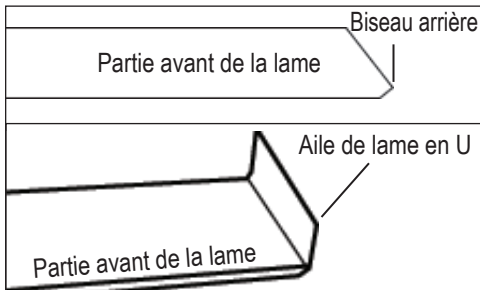

FIG. 8
Les lames émoussées diminuent fortement la capacité de découpe. Affûter ou remplacer au besoin. Un biseau vers l'arrière se forme sur la lame pendant l'utilisation. Lors de l'affûtage, la lame ne sera pas complètement tranchante tant que ce biseau arrière ne sera pas entièrement éliminé (Figure 8).
**Affûtage des lames en U** : il est important de veiller à l'entretien des « ailes » des lames en U et à ce qu'elles soient affûtées. Utiliser une lime sur le bord de l'aile (Figure 8). Affûter la partie plate de la lame, comme décrit précédemment.